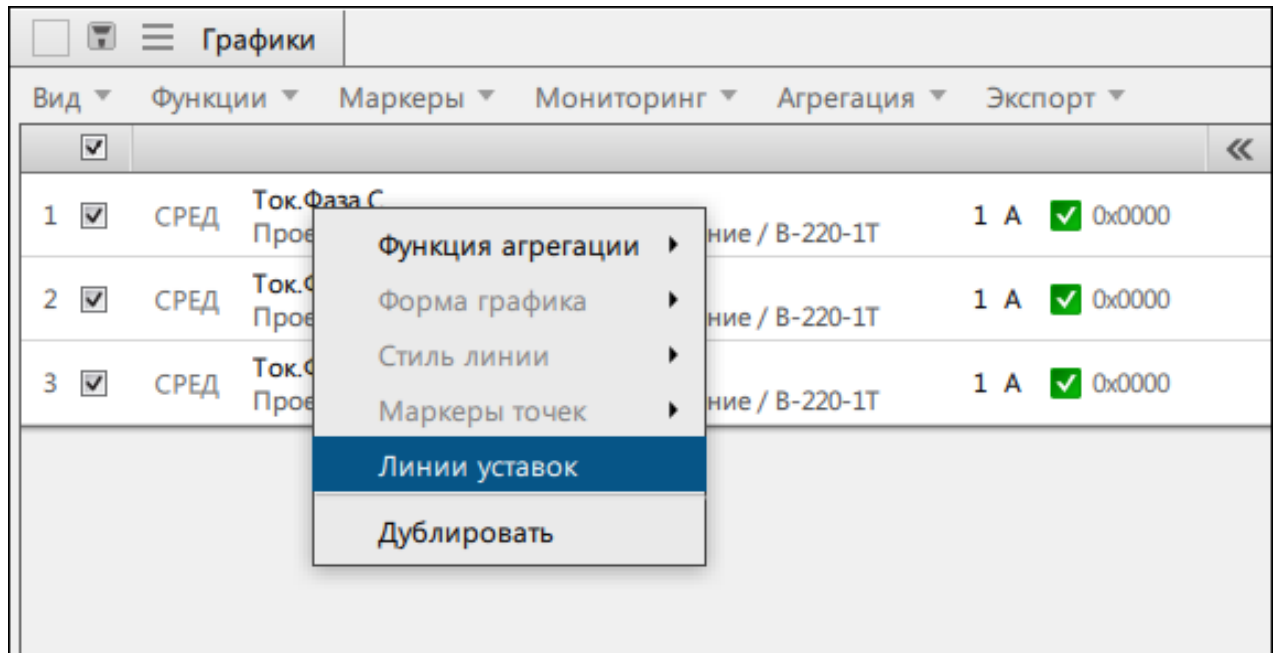

Рисунок 68 - Контекстное меню сигнала
1. Нажмите *ПКМ* по выбранному сигналу из списка сигналов (Рисунок 68).